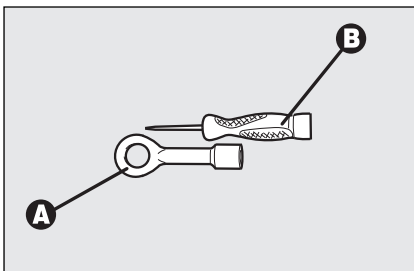
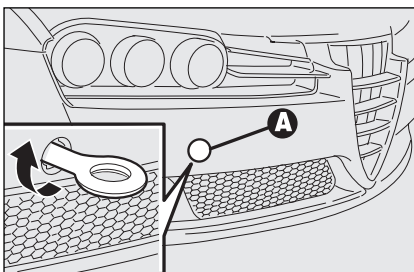

fig. 64
fig. 65
- pak het sleepoog **A-fig. 64** uit de houder van de Fix&Go automatic.
- verwijder de geklemd gemonteerde plug **A-fig. 65** op de voorbumper. Bescherm als u de bijgeleverde platte schroevendraaier **B-fig. 64** gebruikt, het uiteinde met een zachte doek, zodat beschadiging van de auto wordt voorkomen.